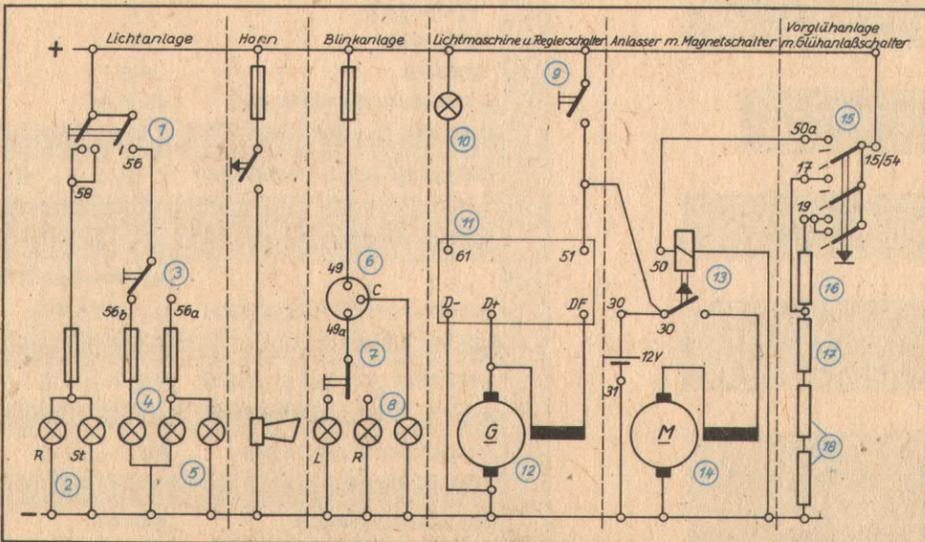

Bild 44/1 Vereinfachte Darstellung der elektrischen Anlage eines Fahrzeugs mit Dieselmotor
Die Anschlußklemmen der Bauelemente sind nach TGL 5003/05 einheitlich gekennzeichnet. Da auch die Leitungsfarben entsprechend standardisiert sind, ist es leicht, Fehler in der Anlage zu finden und defekte Teile auszuwechseln. Die Klemmenbezeichnungen und Kennfarben werden im Schaltplan (Bild 44/1), der der Betriebsanleitung des Fahrzeugs beiliegt, angegeben.
- *Vergleichen Sie den Schaltplan der elektrischen Anlage Ihres Lehrfahrzeugs mit Bild 44/1, und stellen Sie fest, welche Grundelemente übereinstimmen!*